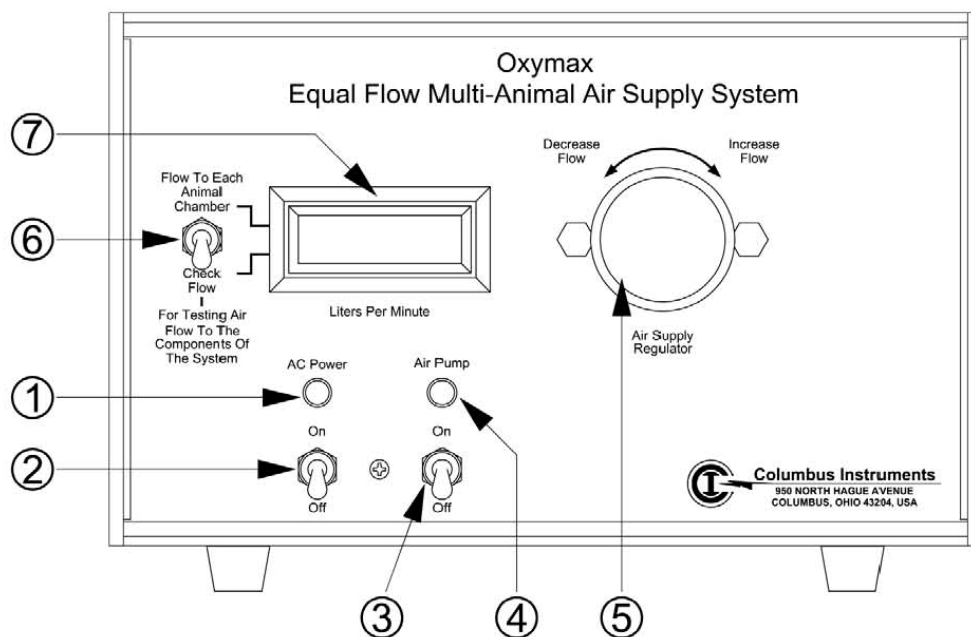

図 16 等流量システムハードウェアの前面パネル
- ① 「ヒューズ」: 交換時は 3A のヒューズを使用してください。
- ② 「電源スイッチ」: 電源を On/Off します。
- ③ 「AC 電源コネクタ」: AC 電源コードを接続します。
- ④ 「Test Out フィッティング」: システムサンプルポンプの“Test In”フィッティングに接続します。
- ⑤ 「Expansion コネクタ」: システムサンプルポンプ背面の“Expansion”コネクタと、もしあれば他の拡張インタフェースと接続します。
3.7.7 等流量システムハードウェア …図 16&17